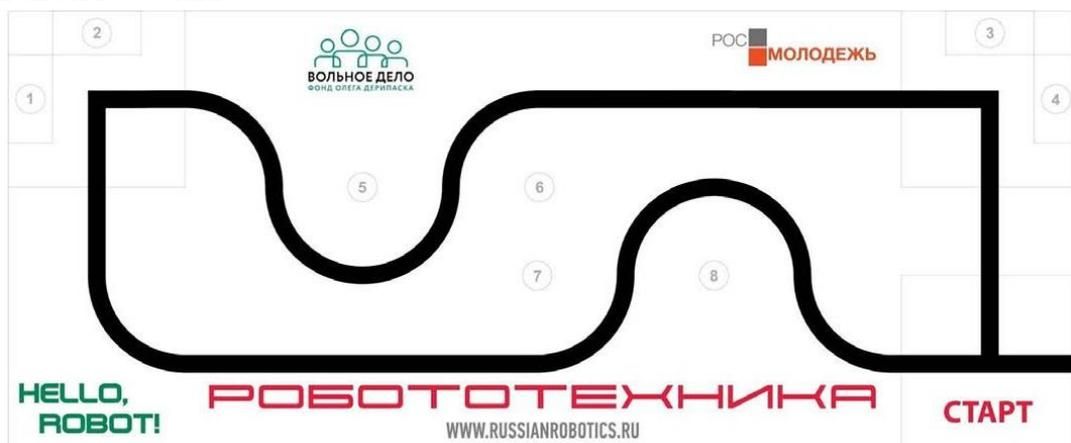

Рис.1 Поле для соревнований.
2.1. Поле для соревнований представлено на рис. 1. Размеры игрового поля 2420x1000 мм.